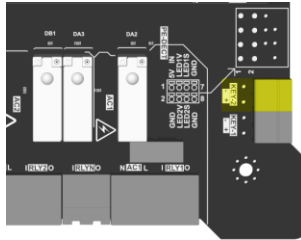

Abb. 6-14 Position Klemmen KEY2
5. Lokalisieren Sie die **zwei un belegten Klemmen** mit der Aufschrift **KEY2** auf der unteren Platine der EV-Ladestation (siehe Abb.6-14).